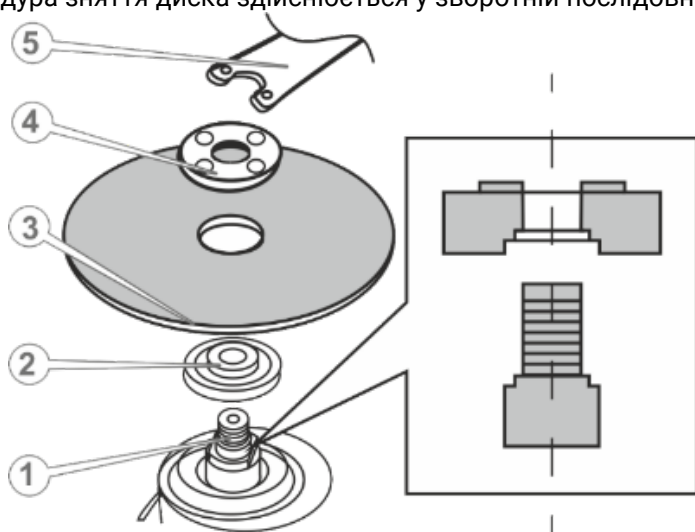

Рисунок 2. Схема встановлення та зняття абразивного диска.
1. Встановити внутрішній фланець (2, рис. 2) із посадковим виступом на шпindel (1, рис. 2) у такий спосіб, щоб фланець увійшов у зачеплення зі шпинделем.
2. Встановити на фланець абразивний диск у такий спосіб, щоб посадковий виступ внутрішнього фланця увійшов у посадковий отвір диска (3, рис. 2).
4. Надійно зафіксувати диск, закрутивши зовнішній фланець (4, рис. 2) за допомогою затискного ключа (5, рис. 2).